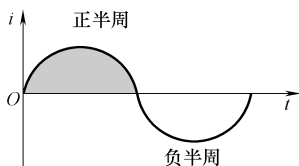

图4-6 交流电的正半周和负半周
2) 交流电的正半周和负半周。如图4-6所示,正弦交流电的正、负半周是对称的。正、负半周的电流方向相反。